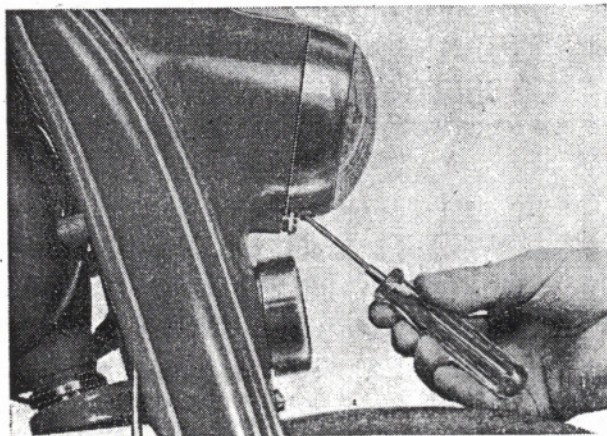

Abb. 105 Scheinwerfer einstellen IV / 57 / 1284
14. Wie aus Abb. 105 ersichtlich, kann mit einem schmalen Schraubenzieher der Reflektor verstellt werden.